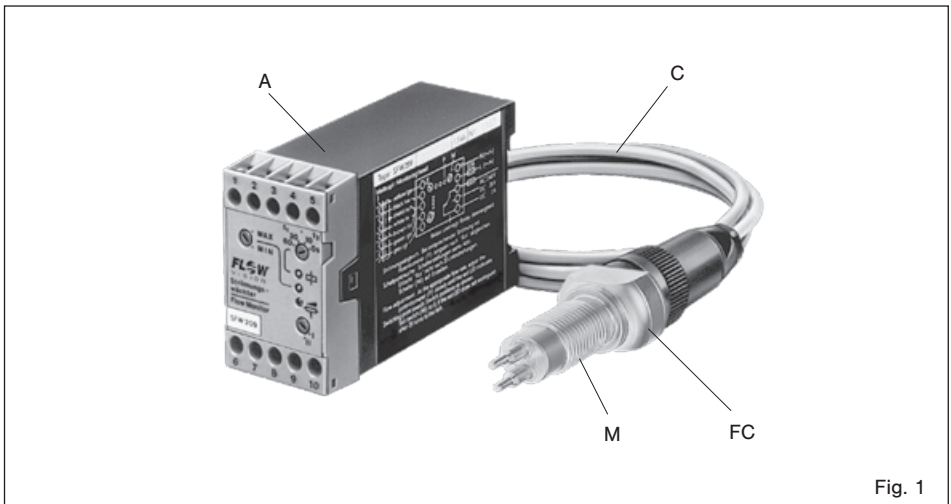

Fig. 1
Der Einpunkt-Strömungswächter wird zur Strömungsüberwachung von flüssigen oder gasförmigen Medien eingesetzt. Das Messsystem besteht aus Messkopf (M) mit Flanschstecker (FC), Kabel (C) und Auswerteelektronik (A) (Siehe Fig. 1).
This Single Point Flow Monitor is designed to monitor the flow of liquids and gases. The system is made up of monitoring head (M) with flange connector (FC), cable (C) and control unit (A) (see fig. 1).